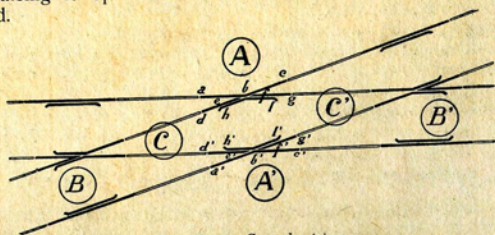

Fig. 19. — Spoorkruising.
- 1° Een kruispuntstuk A en A' (fig. 19) ;